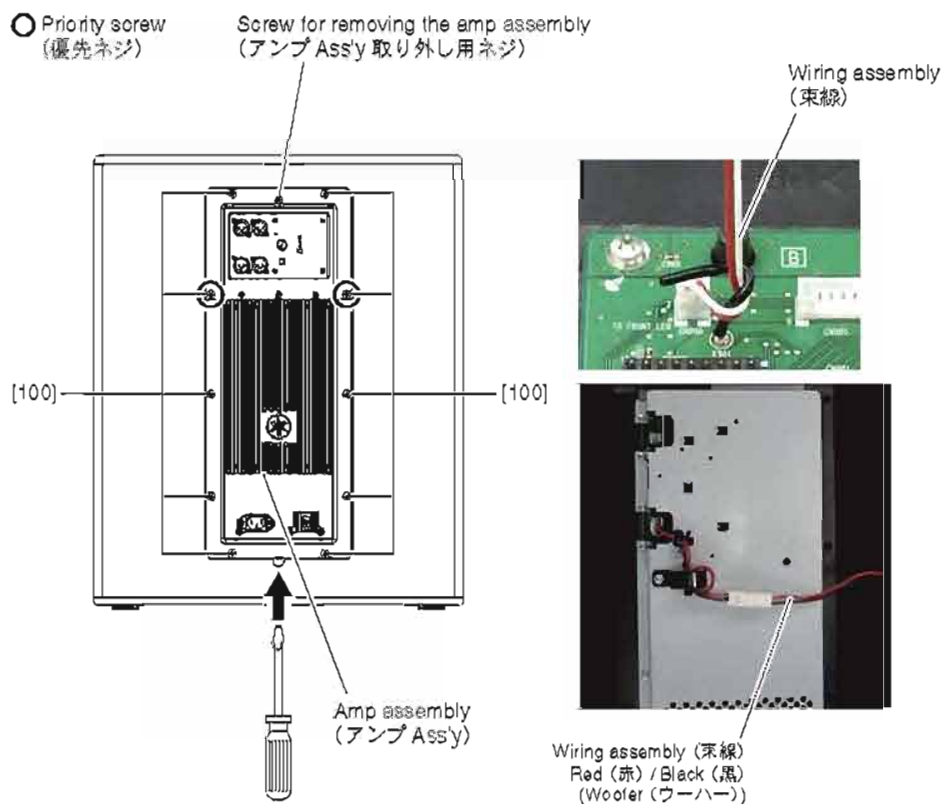

Fig. 4 (図 4)
- 4-1. Remove the ten (10) screws marked [100]. The amp assembly 118 can then be removed (Fig. 4)
* When installing the amp assembly, first tighten the two (2) priority screws as shown in Fig. 4.
- 4-2. Follow the steps below to remove the amp assembly 112 carefully. (Fig. 4)
- (1) Loosen the screw for removing the amp assembly.
- (2) Insert the flat blade screwdriver or the like into the cavity of the cabinet, and push the bottom end of amp assembly up.
- (3) Pull the screw for removing the amp assembly to move up the top end of the amp assembly.
- (4) Hold both top and bottom of the amp assembly to remove it.
- 4-3. Disconnect the connectors of the wiring assemblies. (Fig. 4)
- 4-1. [100] のネジ 10 本を外して、アンプ Ass'y 118 を外します。(図 4)
※ アンプ Ass'y を取り付けるときは、図に示す優先ネジ 2 本を先に締めてください。(図 4)
- 4-2. 下記の手順で、慎重にアンプ Ass'y を取り外してください。(図 4)
- (1) アンプ Ass'y 取り外し用ネジを緩めます。
- (2) キヤビネットの切り欠きにマイナスドライバーなどを差し込んで、アンプ Ass'y の下部を浮かせます。
- (3) アンプ Ass'y 取り外し用ネジを手前に引いてアンプ Ass'y 上部を浮かせます。
- (4) アンプ Ass'y の上部と下部を持って、取り外します。
- 4-3. 束線のコネクターを外します。(図 4)